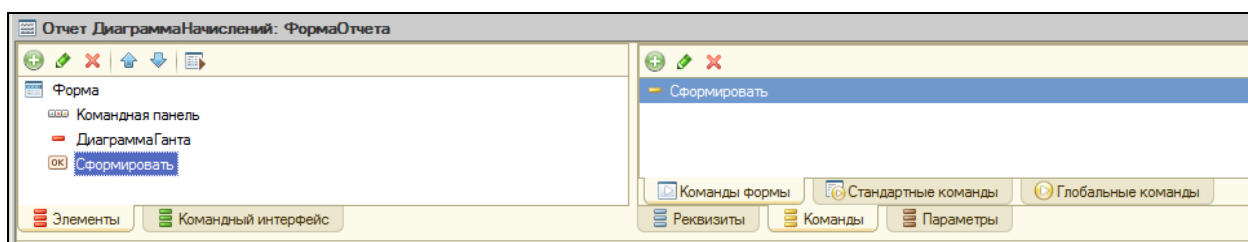

Рисунок 8.34 Добавление кнопки в форму
12. Вернуться в форму и добавить в нее кнопку Сформировать (рис. 8.34)